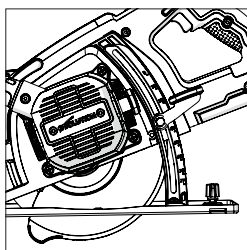

Fig. 11
Notă: Un indicator de adâncime este atașat la placa de bază. Alinierea manetei de operare (5) cu adâncimea necesară corespunzătoare (Fig. 11) poate ajuta la o reglare rapidă.